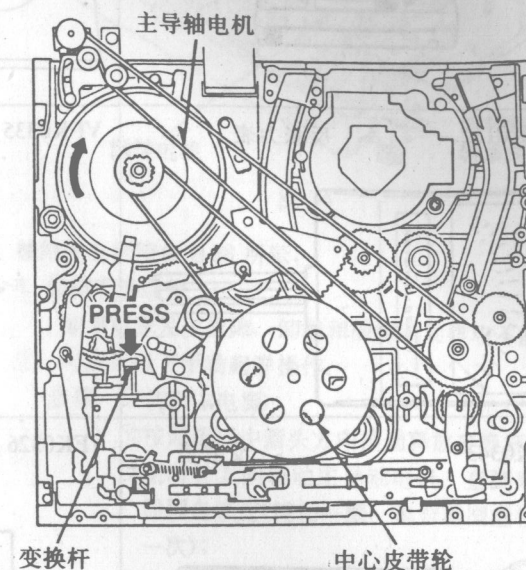

图 43
②卸下磁带盒仓，并断开P1508点的软带状多芯电缆；
③在推动变换杆的同时，顺时针转动主导轴电机直到加载完成，如图43所示；